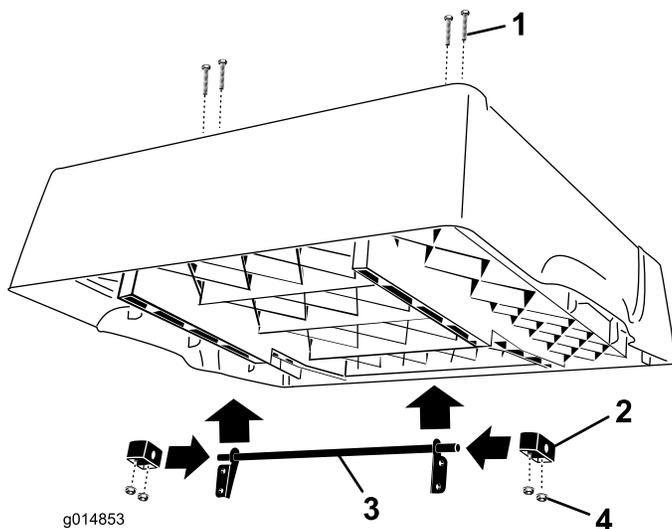

Figura 2
1. Individuate la barra articolata e 2 blocchi nelle parti sciolte. Installate i blocchi sulla barra come mostrato in Figura 2.
2. Installate il gruppo asta orientabile sul pianale. Fissate l'asta orientabile al pianale utilizzando 4 bulloni a testa tonda e 4 dadi di bloccaggio (Figura 2); serrate i dadi a 22,6 N-m.